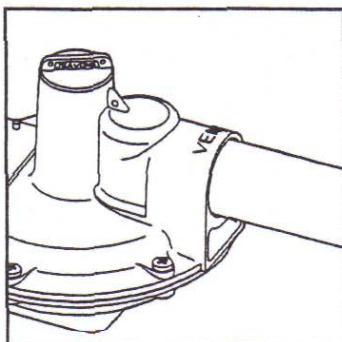

Abb. 3
2. Abblaseleitung (1" bei G  $\frac{3}{4}$ "-1"/DN20-25 bzw. 2" bei G  $1\frac{1}{2}$ "-2"/DN40-50) anschließen, Dichtung s.o.. Abblaseleitung in Atmosphäre oder drucklose Abgasleitung führen. Sicherstellen, daß kein Wasser eindringen kann (s. Abb. 3)